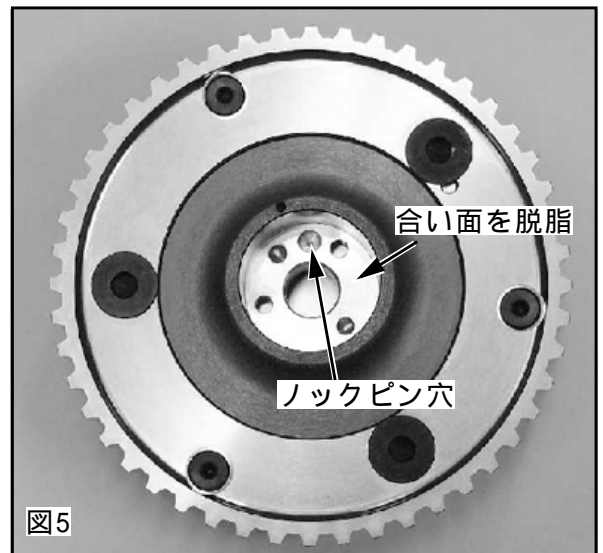

図5
- (1) Vカム端面と可変ユニットの合い面を脱脂してください。
- (2) ノックピンと穴位置を確認し、Vカムに可変ユニットを挿入してください。〔図5〕